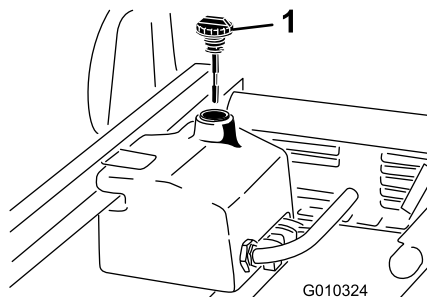

Figura 20
1. Pulite la zona intorno al collo del bocchettone e il tappo del serbatoio idraulico (Figura 20).
3. Togliete l'asta di livello (Figura 20) dal collo del bocchettone e pulitela strofinando con un panno pulito.